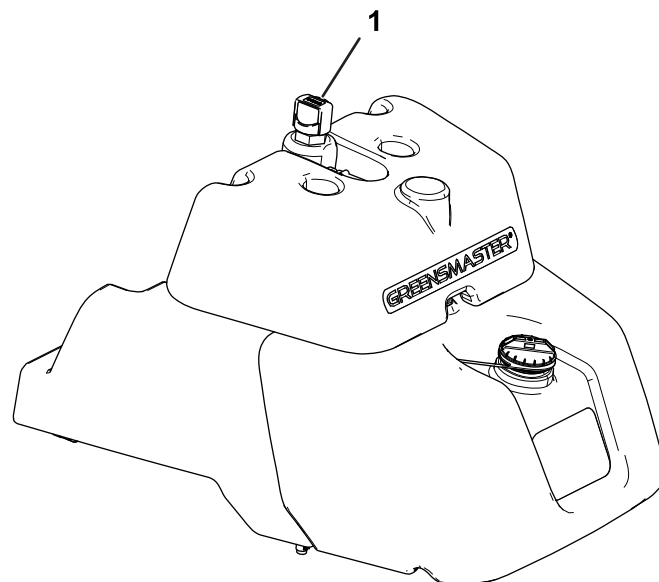

Figura 42
2. Localize a vareta na parte superior do depósito hidráulico principal (Figura 42) e passe para o passo 3.